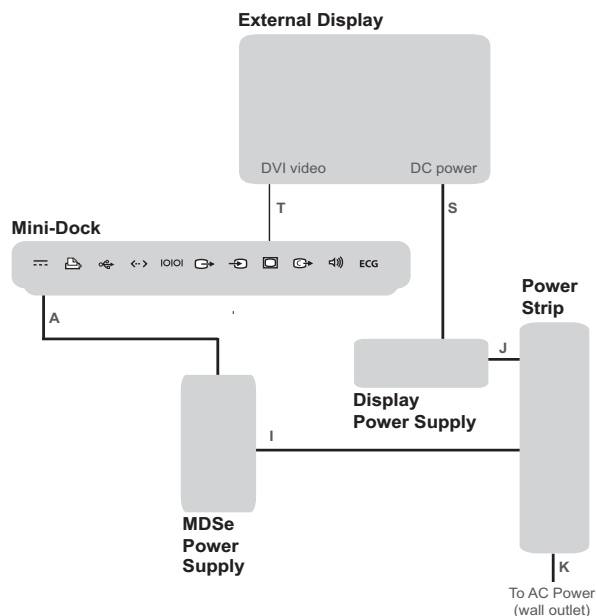

Figura 4 Conectividad de la pantalla externa DVI en el sistema MDSe
- 1 Asegúrese de que el cable de alimentación de CC previamente colocado (A) esté conectado al módulo de acoplamiento y que el cable de alimentación de CA preinstalado (I) esté conectado a la regleta de alimentación. Consulte la Figura 4 y “Símbolos de cables, conectores y módulo de acoplamiento” en la página 19.
- 2 Quite las dos tapas de protección del cable de DVI (T).
- Cable de DVI (T)
- Cable de alimentación de CA (J)
- Cable de alimentación de CC (S)
- 4 Introduzca el cable de alimentación de CA del sistema (K) a través del orificio de protección del cable de alimentación, en la parte posterior del estante inferior, y conéctelo a una toma eléctrica para aplicaciones hospitalarias. Puede que necesite apretar con fuerza para introducir el cable por el orificio de protección.